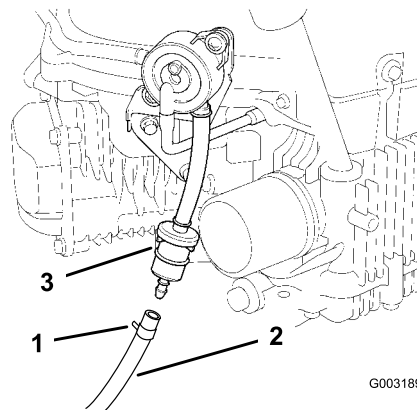

Figure 32
4. Desserrez le collier de serrage au niveau du filtre à carburant et éloignez-le du filtre en le poussant le long de la conduite d'alimentation (Figure 32).
5. Débranchez la conduite d'alimentation du filtre (Figure 32).
7. Raccordez la conduite d'alimentation au filtre. Rapprochez le collier de serrage du filtre pour fixer la conduite d'alimentation (Figure 32).
4. Pincez les extrémités des colliers et faites glisser ceux-ci pour les éloigner du filtre (Figure 32).
6. Montez un filtre neuf en pointant la flèche indiquant le sens d'écoulement vers le moteur, et rapprochez les colliers de serrage du filtre (Figure 32).